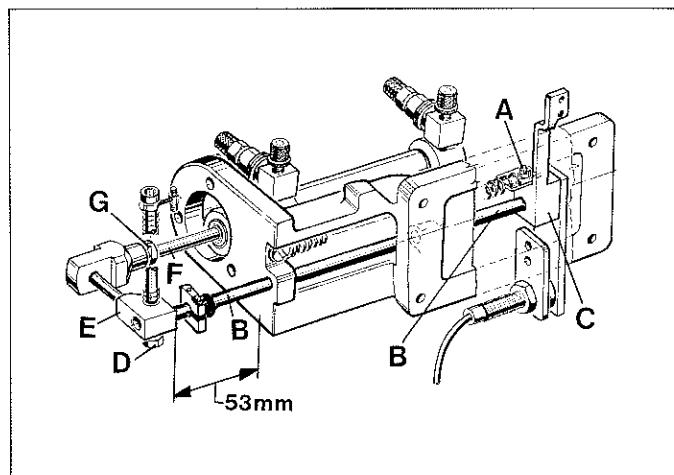

Fig.33
Loosen screw (A, Fig. 33) and set face of shaft (B) flush with the right side of lever (C). Retighten screw (A).
Loosen nut (D) and set coupling (E) 53 mm (2 3/32 in.) away from face of support bracket (see Fig. 33). Retighten nut (D).
If it is necessary to adjust piston rod (F, Fig. 33) of air cylinder to make above adjustments, loosen nut (G) and turn piston rod accordingly. Retighten nut (G).
Lösen Sie die Schraube (A, Fig. 33) und stellen Sie die Stirnseite der Welle (B) bündig mit der rechten Seite des Hebels (C). Ziehen Sie die Schraube (A) wieder an.
Lösen Sie die Mutter (D) und stellen Sie den Kreuzkopf (E) 53 mm von der Stirnseite des Lagerbocks weg (siehe Fig. 33). Ziehen Sie die Mutter (D) wieder an.
Wenn es nötig ist die Kolbenstange (F, Fig. 33) des Luftzylinders zu verstehen um obige Einstellungen vorzunehmen, lösen Sie die Mutter (G) und verdrehen Sie die Kolbenstange (F) entsprechend. Ziehen Sie die Mutter (G) wieder an.